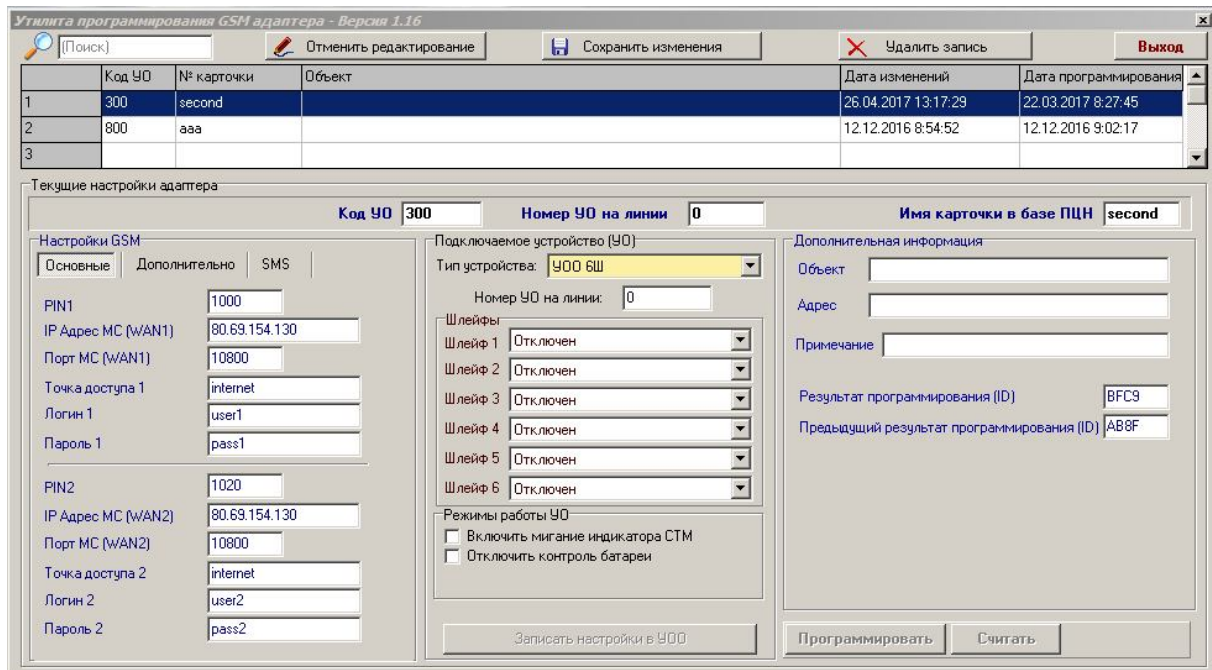

Рисунок 1. Окно программы «Prog_GSMAdapt.exe».
7.2 Программирование установок Модема GSM выполняется оператором на ПЦН с помощью утилиты «Prog_GSMAdapt.exe» (рисунок 1) и FTDI кабеля-конвертора АИДВ.625.621.046-01. Программирование можно выполнить как с сервера ПЦН, так с отдельного компьютера, на котором установлен драйвер FTDI.
7.5 Запустите утилиту «Prog_GSMAdapt.exe» (рисунок 1).